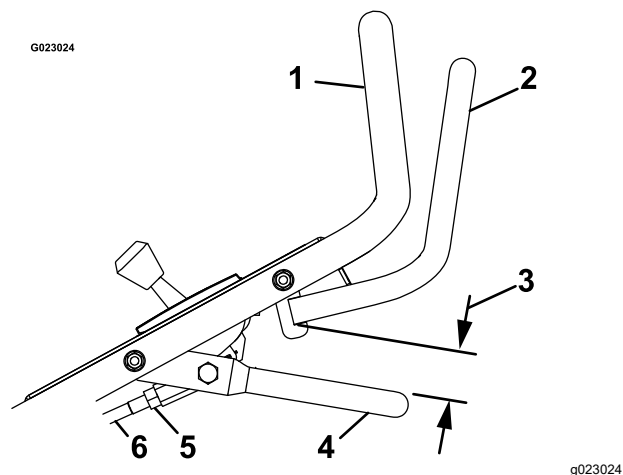

Figure 20
4. Vérifiez la distance entre la barre d'engagement des louchets et la barre d'autopropulsion, comme montré à la Figure 20.